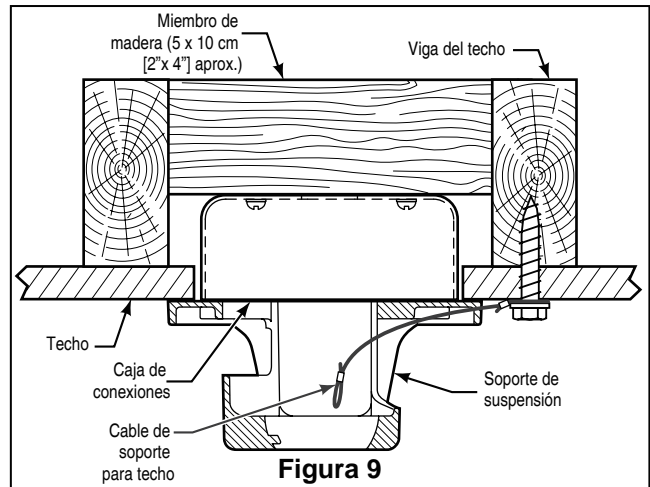

Figura 9
1. Fije bien la abrazadera para colgar a la caja de salida con los tornillos y las arandelas provistas con la caja de salida. (Figura. 9)
2. Perfore un orificio de 1/4" en la estructura del edificio para evitar grietas con la instalación del tornillo de intervalo. Utilice el tornillo de intervalo de 3/8"x 2" y la arandela plana para fijar el cable de seguridad a la viga del techo o a la estructura de madera. Dicho tornillo pasará a través de arandela plana, la presilla del cable de seguridad y se fijará en la estructura del edificio. (Figura. 9)
NOTA: el cable de soporte para techo no se puede asegurar solamente a la caja de conexiones; se debe asegurar directamente a la viga de techo o miembro estructural con el tornillo de cabeza cuadrada de 3/8"x2" y la arandela plana. (Figura 9)